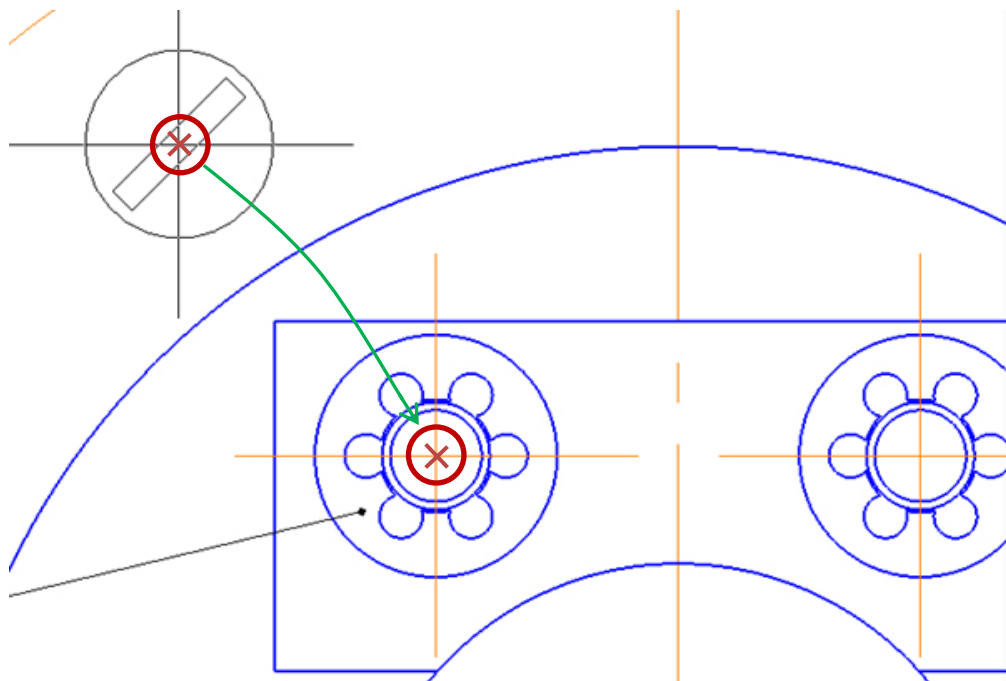

Рис. 4.54. Вставка винта
- Поместите винт на чертеже, совместив базовые точки, как показано на рис. 4.54.